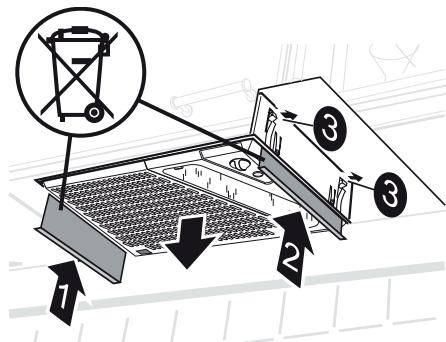

Fig. 5
Tryck upp demonteringsplåtarna (1 och 2) mellan spisfläkten och inbyggnadssramen, så att fjädrarna (3) frigörs. Dra ner spisfläkten från inbyggnadssramen, Fig. 5.